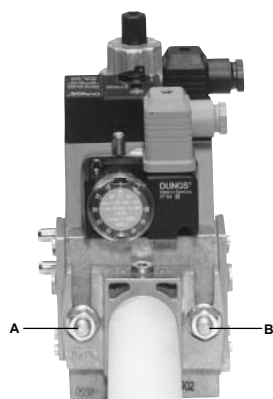
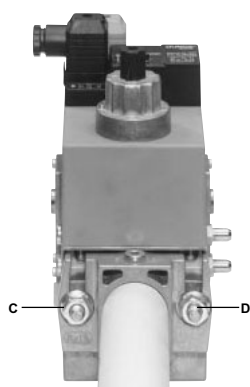
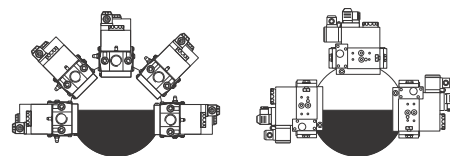

Рис. 25
Рис. 26
Рис. 28
3. Затянуть винты A, B, C и D (Рис. 25 - Рис. 26), (Рис. 28), соблюдая дистанции монтажа (Рис. 28);